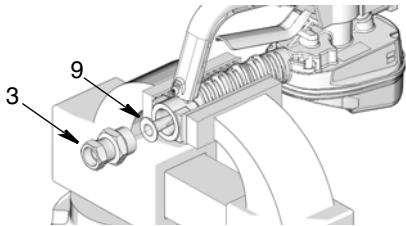

图 2
2. 在入口中安装过滤器（9）和管件（3）（图 2）。用扳手拧紧管件。